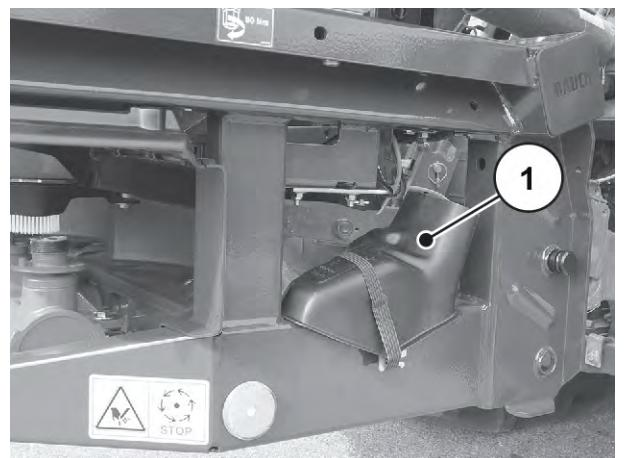

Fig. 35: Poziția jgheabului pentru proba de calibrare
- Pregătiți jgheabul pentru proba de calibrare. A se vedea *Fig. 35 Poziția jgheabului pentru proba de calibrare*